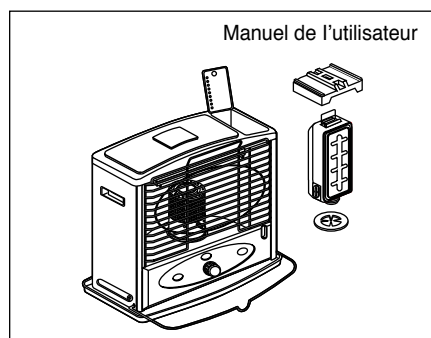

Fig. 2
1. RETIREZ LA CHAUFFERETTE ET TOUT LE MATÉRIEL D'EMBALLAGE DE LA BOÎTE (Fig.2).